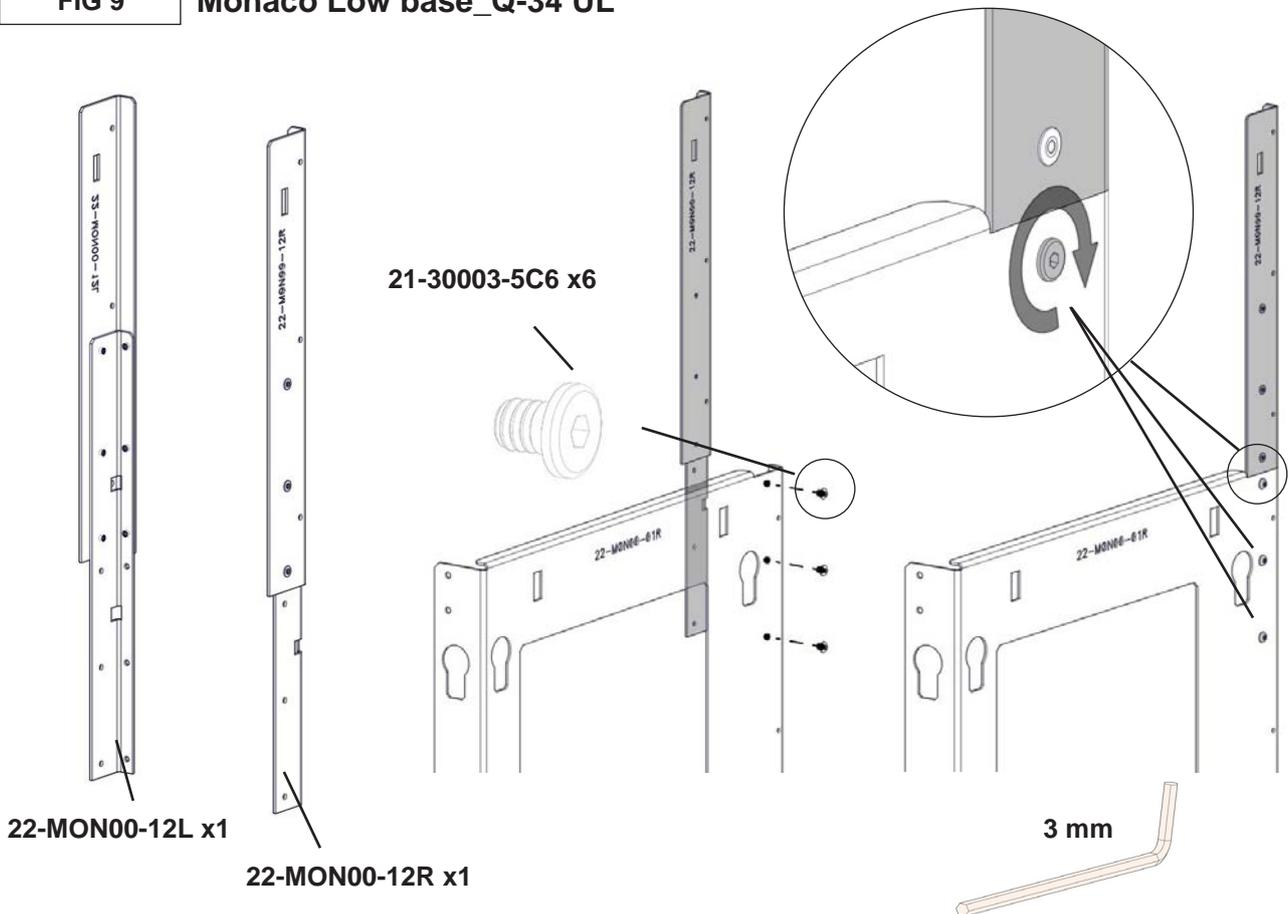

FIG 9b
**NB! A.** Avstand mellom sideplater kan justeres med å løsne og feste skruer vist i FIG 11-12. **B.** Platene kan finjusteres vertikalt med å løsne og feste skruer se FIG. 9b og 10 skru B på FIG 12 og ved å endre høyde på stål rammens føtter – Fig 9b.
**B.** Vertical position of plates can be changed by loosening and tightening screws shown on FIG 9b-10, screw B on FIG 12 and by changing height of skeleton feet - FIG 9b.
**Obs! A.** Avståndet mellan sidoplattorna kan finjusteras genom lossning och åtdragning av skruvarna, se fig. 11 till 12. **B.** Plattornas vertikalläge kan finjusteras genom lossning och åtdragning av skruvarna, se fig. 9b och 10, skruv B i fig. 12 samt genom höjjustering av stommens fötter, se fig. 9b.
gelockert oder angezogen werden. **B.** Um die vertikale Plattenposition zu ändern, können die Schrauben auf Abb. 9b-10 und Schraube **B** auf Abb. 12 gelockert oder angezogen werden. Außerdem kann die Höhe der Rahmenfüße angepasst werden (Abb. 9b).
**Attention! A.** La distance entre les plaques latérales peut être réglée en desserrant et en serrant les vis indiquées sur les Fig. 11 à 12. **B.** La position verticale des plaques peut être modifiée en desserrant et en serrant les vis indiquées sur les Fig. 9b-10, la vis B sur la Fig. 12 et en changeant la hauteur des pieds de l'ossature - Fig. 9b.